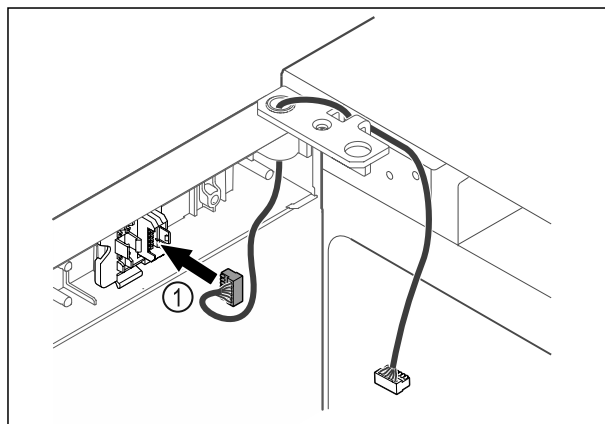

Fig. 63
- ▶ Sett pluggen Fig. 63 (1) i pluggholderen.